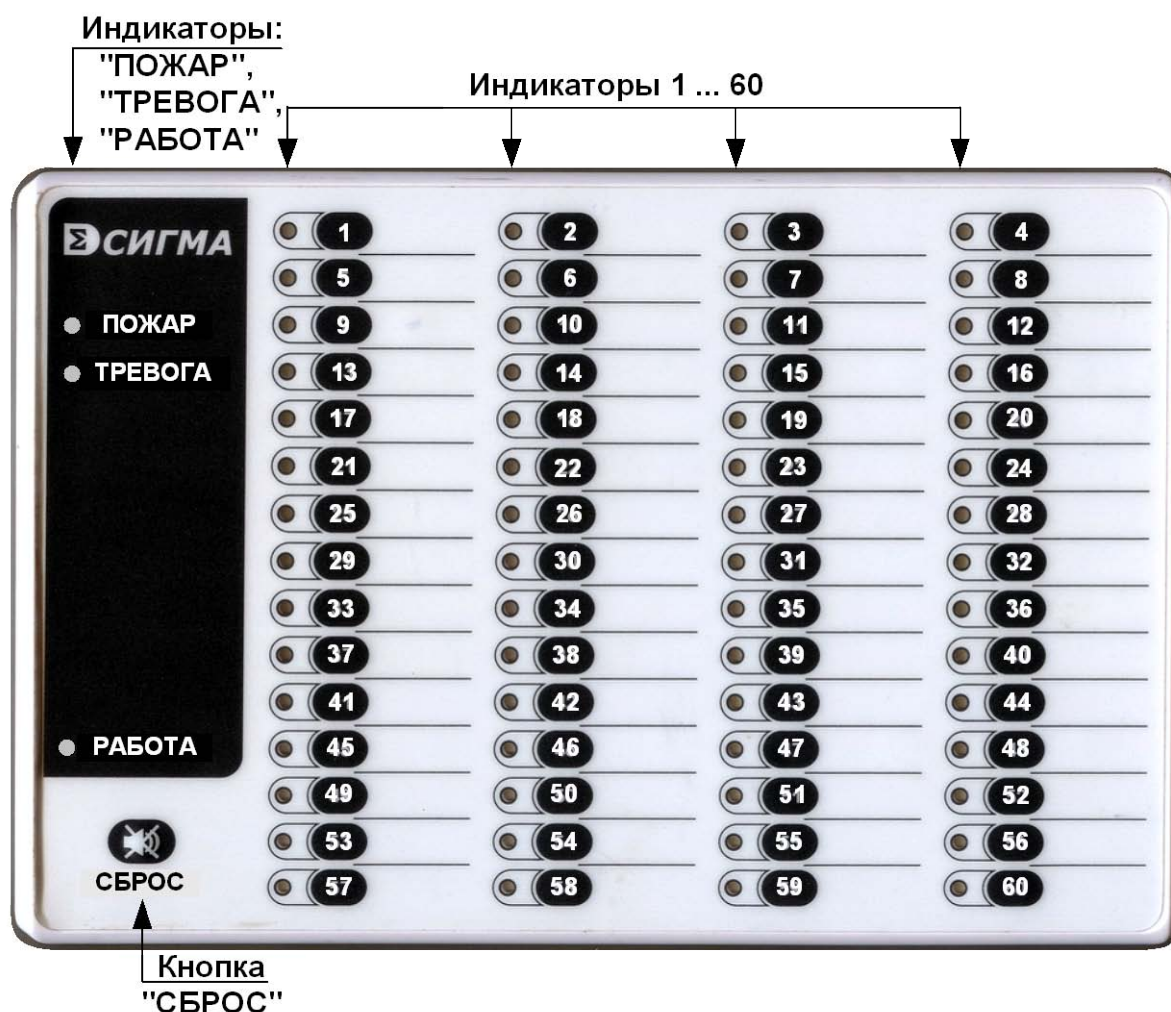
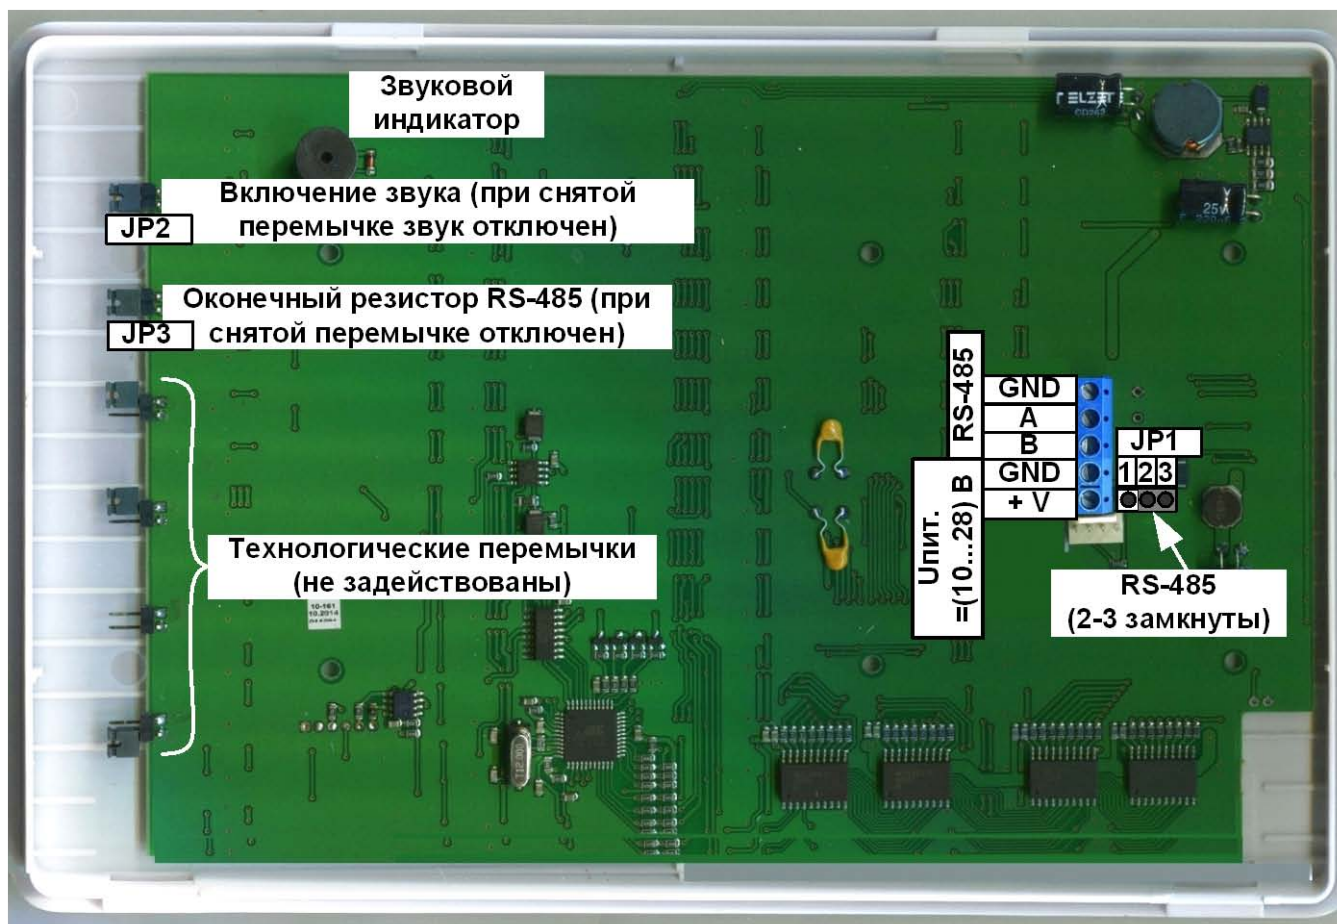

Рис. 1 Внешний вид БИС-01 исп. 2
Рис. 3 Внешний вид платы БИС-01. Подключение внешних цепей. Назначение перемычек.
4.1 Внешний вид БИС-01 показан на Рис. 1. БИС-01 содержит 60 индикаторов состояния объектов, групповые индикаторы «ПОЖАР», «ТРЕВОГА», индикатор «РАБОТА», кнопку «СБРОС». В БИС-01 встроен звуковой сигнализатор (см. Рис. 3).
5.2 Подключение БИС-01 к линиям связи с БЦП и источнику питания осуществляется через клеммную колодку, установленную на плате (рис.3). На плате также имеются перемычки. Назначение клемм и перемычек приведены на рис.3.